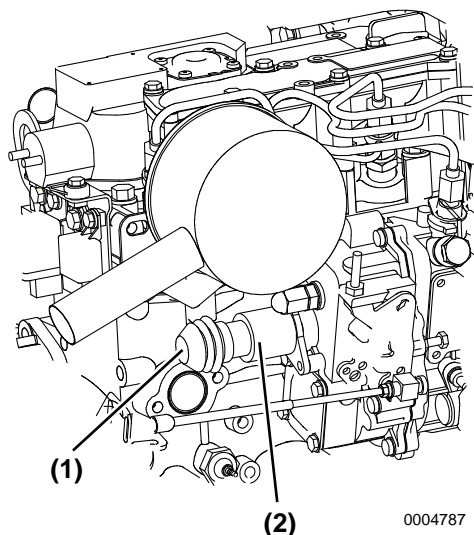

Figure 4
Si le moteur ne peut pas être arrêté au moyen du bouton STOP du tableau de commande, appuyez sur le bouton **(Figure 4, (1))** situé à l'arrière du solénoïde d'arrêt **(Figure 4, (2))**.